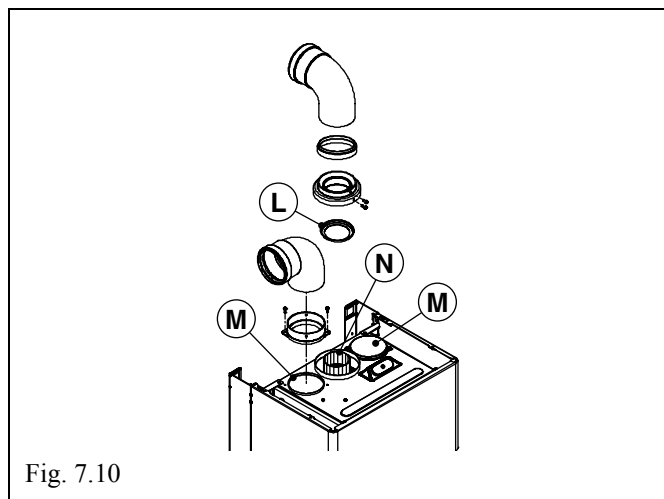

Fig. 7.10
Gli scarichi sdoppiati possono essere orientati nella direzione più adatta alle esigenze del locale. Il condotto di scarico dei prodotti della combustione (N) è indicato in **FIG. 7.10**. Il condotto di aspirazione dell'aria comburente può essere collegato all'ingresso (M - **FIG. 7.10**) dopo aver rimosso il tappo di chiusura fissato con delle viti. la flangia fumi (L), quando necessario, deve essere tolta facendo leva con un cacciavite